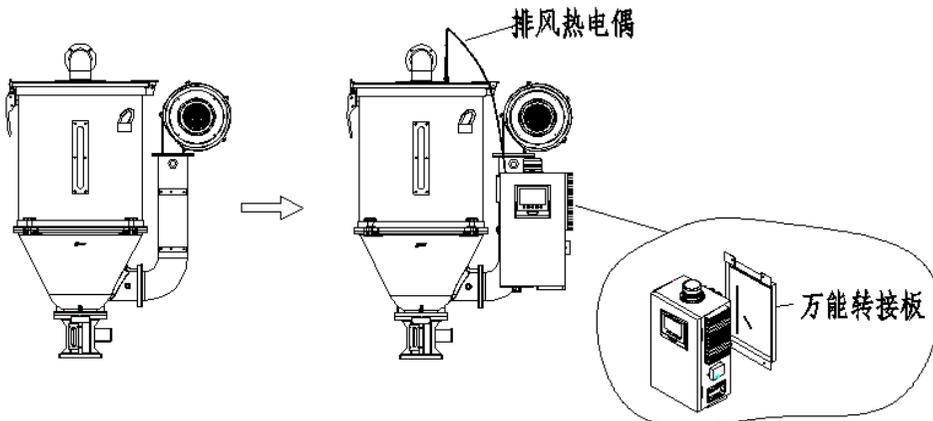

图 3-2: 安装步骤
- 2) 步骤二，将可兼容任何安装孔位的万能转接板固定到干燥机上，再将信易节能干燥智控系统 SEC-SH 固定到万能转接板上，图 3-2。
- 4) 步骤四，将排风热电偶固定在干燥机其中的一个料斗安装孔上，图 3-2。